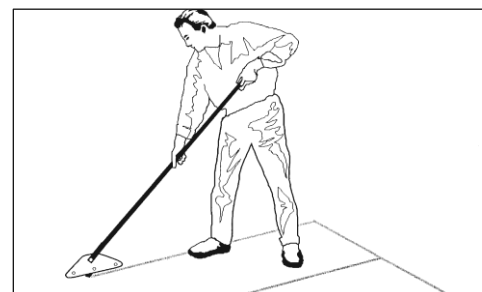

FIG. 5
- Les revêtements de type à feuille de vinyle, le vinyle solide, les carreaux de caoutchouc, les revêtements de toiture en uréthane ou PVC, devront être entaillés pour de meilleurs résultats lors de la dépose. Buriner le revêtement de sol sur la largeur de la lame avec le burin (Figure 5).